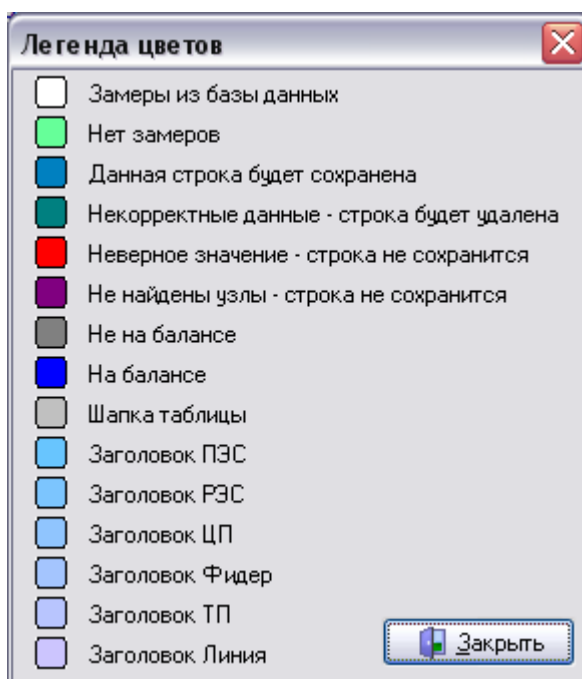

Рис. 3.21. Легенда цветов формы *Excel*
-  — легенда цветов (рис. 3.21);